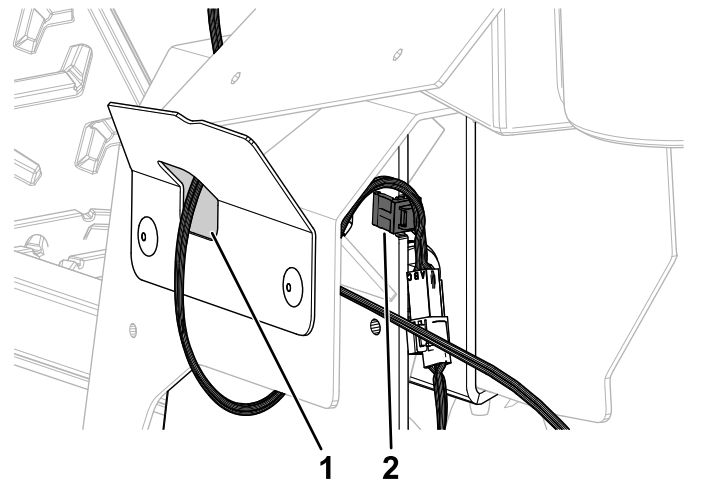

Bild 8
- Führen Sie den Kabelbaum am Fahrtriebshebel durch das Loch in der linken Abdeckplatte (Bild 8).
- Befestigen Sie den Kabelbaum an der Aussparung in der linken Abdeckplatte des Fahrtriebshebels (Bild 8).